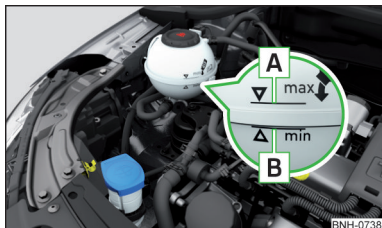

Abb. 240
Kühlmittelstand prüfen - der Kühlmittelstand muss zwischen den Markierungen **A** und **B** liegen » Abb. 240. Liegt der Kühlmittelstand unterhalb der Markierung **B**, das Kühlmittel nachfüllen.
Die **Spezifikation** des Kühlmittels ist auf dem Kühlmittelausgleichsbehälter aufgeführt » Abb. 240.
■ Das Kühlmittel nicht über die Markierung **A** auffüllen » Abb. 240. Das Kühlmittel könnte bei Erwärmung aus dem Kühlsystem gedrückt werden - es besteht die Gefahr einer Beschädigung der Motorraumteile.